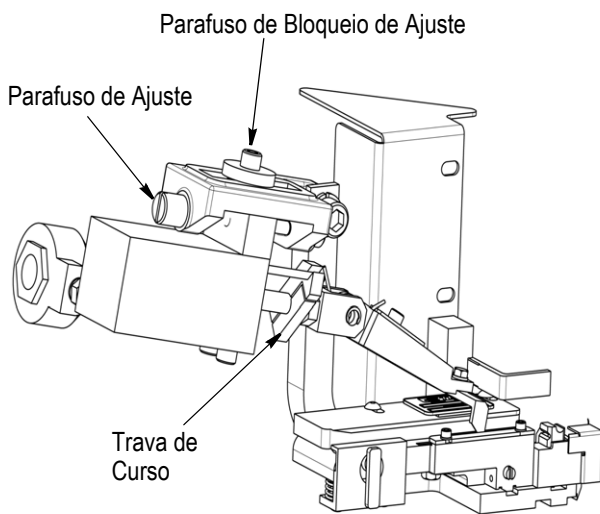

Figura 9
8. Rode o parafuso de ajuste para efectuar um ajuste. Consulte a Figura 9.
11. Se o curso do mandril de avanço estiver incorrecto, solte a trava de curso (Figura 9) e aproxime mais a trava do cilindro de ar para um curso menor e afaste-a do cilindro para um curso maior.